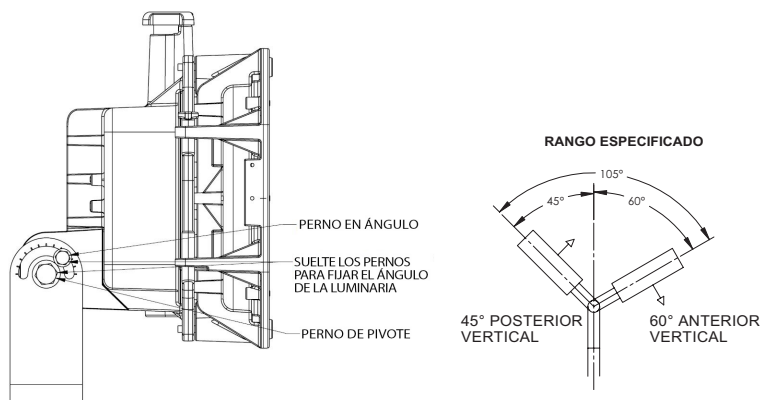

Figura 5
3. Apriete el sujetador de lengüeta a tierra en el cable de conexión a tierra. Apriételo a 25 in-lb [2,82 N m], como se muestra en la Figura 5.